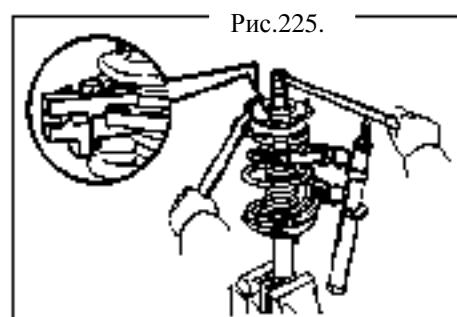

Рис.225.
- (h) Закрепите верхний подшипник амортизатора при помощи специального инструмента, и установите новые гайки. Момент затяжки: 47 ± 5 Нм (рис.225).